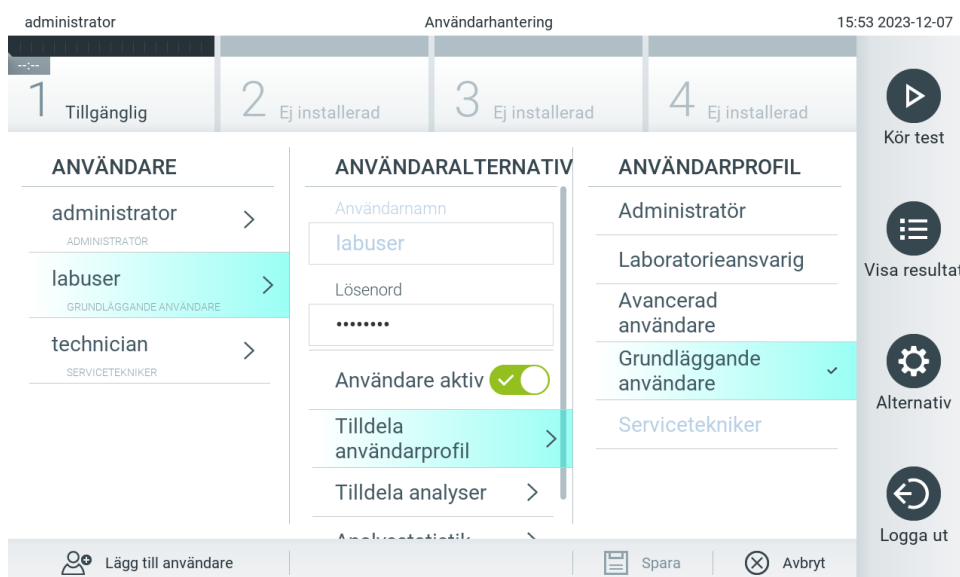

Bild 52. Tilldela användarprofiler till användare.
- **Assign User Profile** (Tilldela användarprofil): Gör det möjligt att tilldela en annan användarprofil för den användaren (t.ex. Administratör, Laboratorieansvarig, Avancerad användare, Grundläggande användare. Välj lämplig användarprofil från listan till höger i innehållsområdet (bild 52).